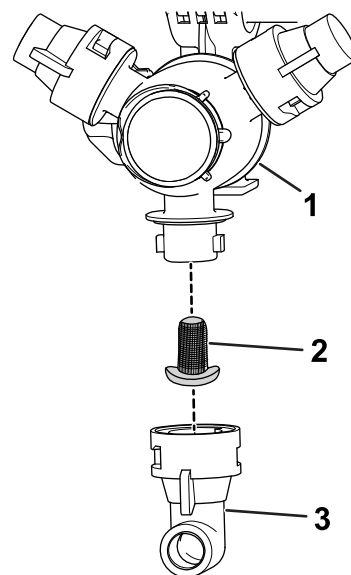

Рисунок 53
2. Снимите сопло с поворотной распылительной головки (Рисунок 53).
3. Снимите фильтр сопла (Рисунок 53).
5. Установите фильтр сопла (Рисунок 53).
6. Установите сопло на поворотную распылительную головку (Рисунок 53).